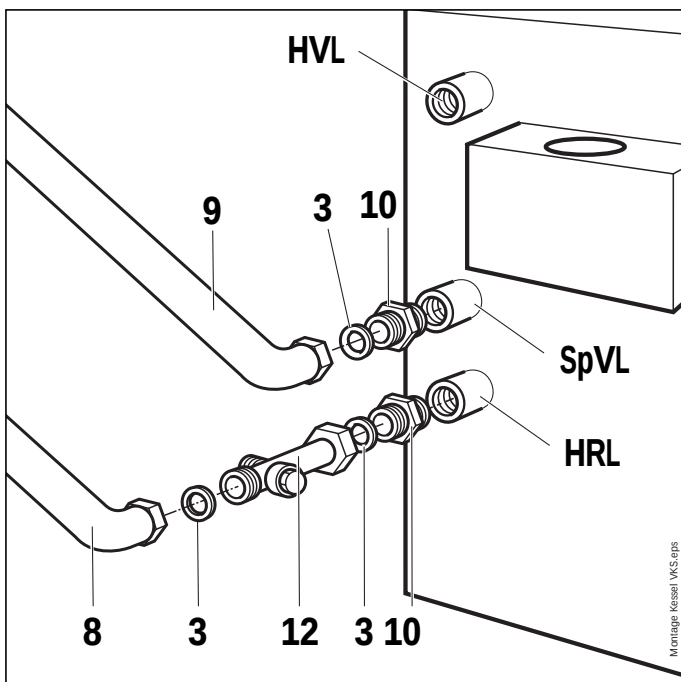

Abb. 3 Montage des Speicherladesets am Gas-Heizkessel VKS
- Alle anderen Verschraubungen flachdichtend und gemäß Abb. 3 montieren.
- Speicherrücklauf mit einem T-Stück (12) am Heizungsrücklauf (HRL) montieren.